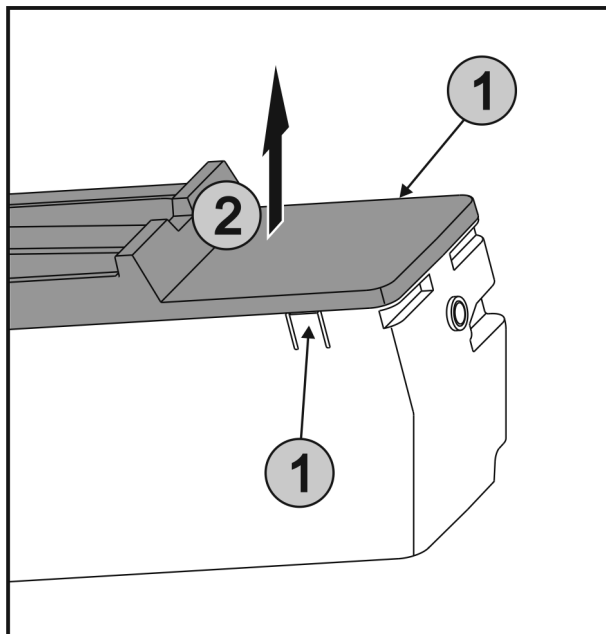

Fig. 81
- ▶ 同时按下 EasyTwist-Ice 两侧的卡舌 Fig. 81 (1) 并将盖板 Fig. 81 (2) 向上取下。